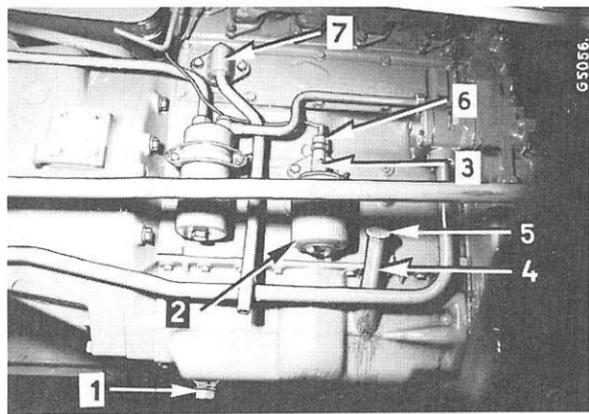

Fig. 51
Légendes de la Fig. 51 :
- 1 - Enlevez le bouchon de vidange (1) Fig. 51 du carter d'huile et videz entièrement le carter pendant que l'huile est chaude. Pour assurer une bonne aération, en vue d'accélérer la vidange, enlevez la jauge de niveau d'huile.
- 2 - Remettez le bouchon (1) lorsque le carter est vide, et remplacez son joint.
- 3 - Remplissez le carter moteur avec l'huile recommandée, en amenant le niveau au repère supérieur (max.) de la jauge (5).
L'élément filtrant (2) Fig. 51, est vissé sur le support (3). Pour le remplacer, dévissez le filtre; s'il adhère fortement à son support, sa dépose peut être facilitée à l'aide d'un levier engagé dans les bossages situés à la partie inférieure du filtre.
Pour nettoyer le filtre du reniflard, dévissez la tuyauterie (7), Fig. 51. Retirez l'élément du filtre; lavez-le dans du carburant Diesel et séchez-le à l'air comprimé. Remettez en place le filtre et assemblez la tuyauterie (7) munie d'un nouveau joint d'étanchéité.